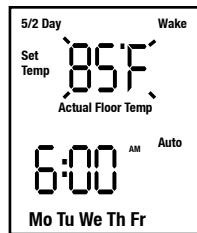

Figura 16
3. Los dígitos del punto de temperatura establecido comenzarán a parpadear (consulte la Figura 16). Presione los botones Up or Down para configurar el punto de temperatura establecido. Presione una vez el botón Back/Cancel para regresar a la configuración de la hora de Despertarse (Wake). Presione una vez el botón Next/Save para aceptar la configuración correcta del punto de temperatura establecido. El programa continuará con la configuración del próximo evento.
3. Los dígitos del punto de temperatura establecido seguirán parpadeando (consulte la Figura 16). Presione los botones Up or Down para configurar el punto de temperatura establecido. Presione una vez el botón Back/Cancel para regresar a la configuración de la hora de Despertarse. Presione una vez el botón Next/Save para continuar con los ajustes del próximo evento.